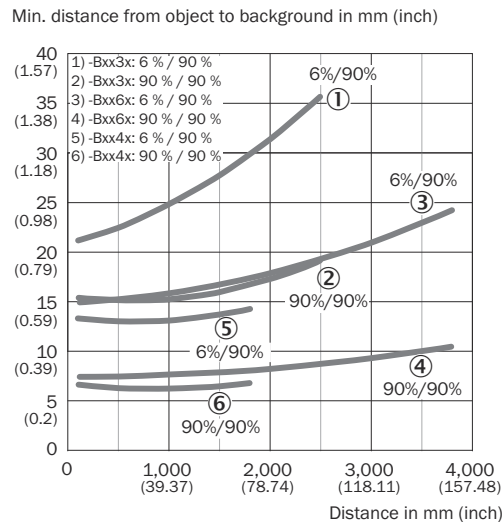

Figura 5: Curva 1
Comprobar las condiciones de aplicación: comparar la distancia de conmutación y la distancia respecto al objeto o al fondo, así como la reflectividad del objeto, con el diagrama correspondiente [figura 5] (x = distancia de conmutación, y = distancia mínima entre el objeto y el fondo en mm (reflexión difusa del objeto/del fondo) (reflexión difusa: 6 % = negro, 90 % = blanco (referido al blanco estándar según DIN 5033)).
La distancia mínima (= y) para la supresión de fondo puede extraerse del diagrama [véase figura 5 ①] del modo siguiente: